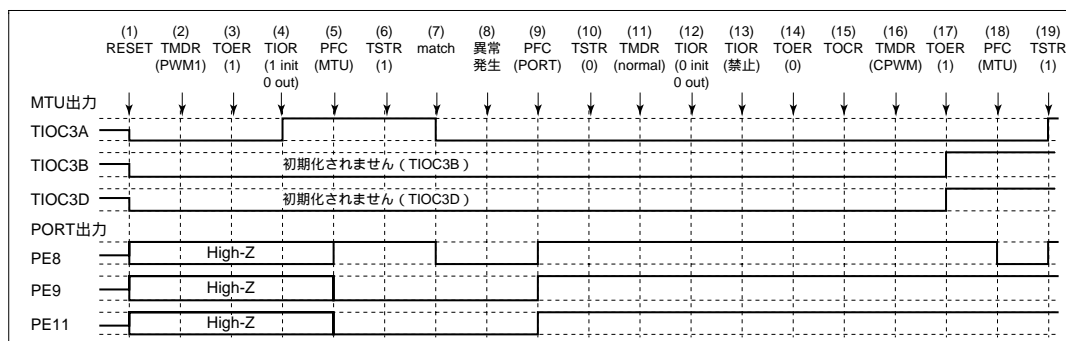

図 12.106 PWM モード 1 で異常が発生し、相補 PWM モードで復帰する場合
PWM モード 1 で異常が発生し、再設定後相補 PWM モードで再スタートする場合の説明図を図 12.106 に示します。
- (1) ~ (14) は図 12.106 と共通です。
- (15) JOCR でリセット同期 PWM の出力レベルと周期出力の許可禁止を選択してください。
- (16) リセット同期 PWM を設定します。
- (17) TOER でチャンネル 3、4 の出力を許可してください。
- (18) PFC で MTU 出力としてください。
- (19) TSTR で再スタートします。